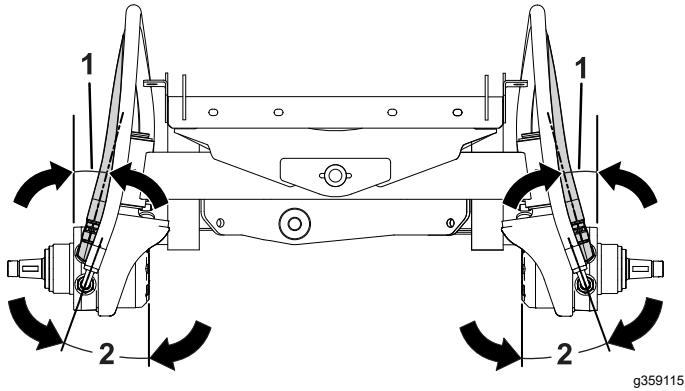

图 5
4. 将 90°弯头调整到 15°角如图 5 所示。
8. 将 90°软管弯头调整到 20°如图 5 所示。
注意 确保维持角度如图 5 所示。